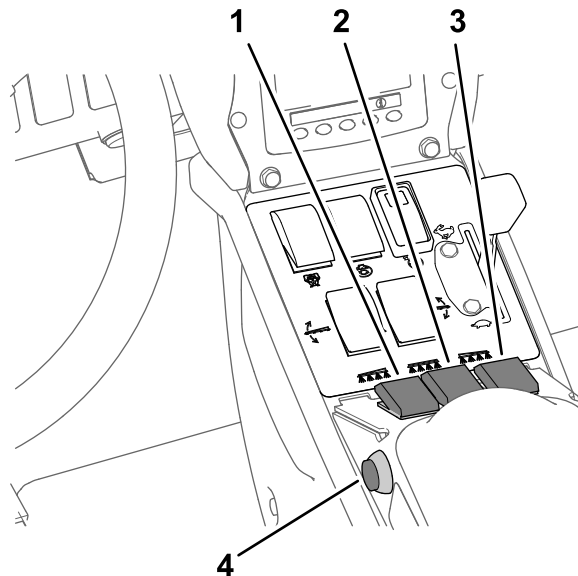

图 36
7. 将打药机喷洒臂段开关设定至开启位置 **图 36**。
10. 以所需速度行驶然后将主喷洒臂段开关设定至开启位置开始喷洒 **图 36**。
3. 将主喷洒臂段开关设定至关闭位置请参阅 以喷洒率模式喷洒 \(页码 28\) 中的 图 36。
7. 需要时将单个喷洒臂段开关设定至开启位置请参阅 以喷洒率模式喷洒 \(页码 28\) 中的 图 36。
9. 以所需速度行驶然后将主喷洒臂段开关设定至开启位置开始喷洒请参阅 以喷洒率模式喷洒 \(页码 28\) 中的 图 36。